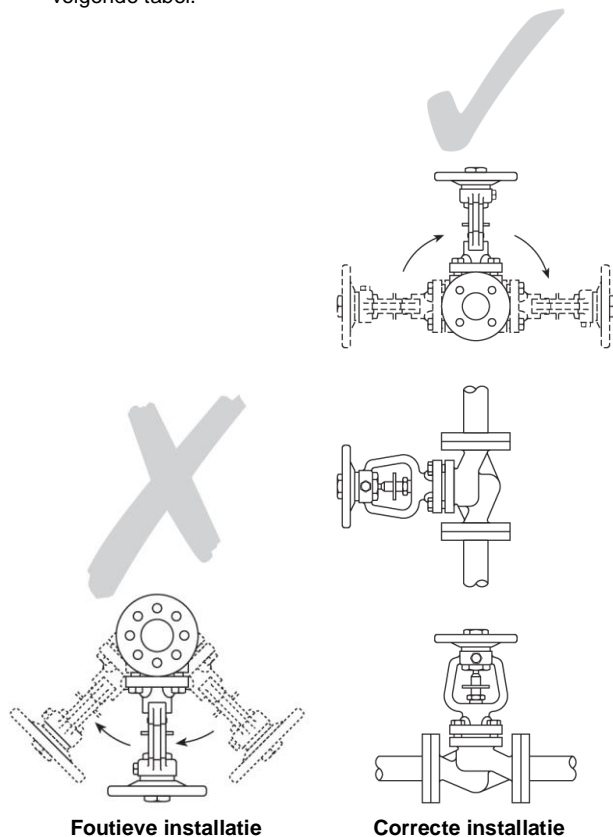

Fig. 4
- Installeer de klepafsluiter volgens de stromingsrichting aangegeven op het lichaam. Bij voorkeur monteren met de spindel verticaal opwaarts. De klepafsluiter kan gemonteerd worden in een verticaal of horizontaal vlak (zie Fig. 4).
- Bij stoominstallaties moet net voor de afsluiter een geschikte condenspot worden gemonteerd. Bij gesloten afsluiter wordt de leiding ontwaterd en voorkomt men schade door waterslagen. De condenspot moet van het type gesloten vlotter (FT) of van het thermodynamische type (TD) zijn. Een correcte condensaatvoer uit de stroomopwaartse leiding is vitaal.